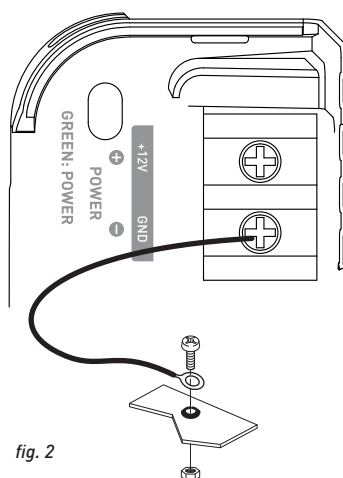

fig. 2
- 10 - Préparer la masse du châssis en grattant toute trace de peinture sur la surface métallique, afin d'assurer une bonne mise à la masse. Les connexions de masse doivent être aussi courtes que possible et TOUJOURS connectées à du métal soudé à la carrosserie ou au châssis du véhicule (fig. 2). Le point de masse généralement retenu est celui assurant la liaison entre la borne négative de la batterie et le châssis du véhicule.
**3.3.2** – Se munir du câble d'alimentation négatif (-). Ce câble doit être le plus court possible et ne doit idéalement pas dépasser 1 mètre, afin d'assurer une parfaite liaison entre l'amplificateur et le châssis du véhicule. Le câble et sa section doivent être conformes au tableau en 3.1. Trouver un point de masse adéquat, puis le poncer pour enlever toute trace de peinture ou autre vernis et ainsi optimiser la qualité du contact. Percer la tôle préalablement poncée au diamètre correspondant à la vis choisie en s'assurant qu'aucun passage de câbles réservoir ou autre organe sensible du véhicule ne soit à proximité. Sertir la cosse noire fournie sur l'extrémité du câble. Visser fermement la cosse sur la borne GND de votre amplificateur FDS (*fig. 2*). Etamer l'autre extrémité puis sertir ou souder sur la cosse prévue à cet effet. Insérer la cosse dans la vis, puis mettre la vis et son écrou en place et visser fermement. (*fig. 2*)